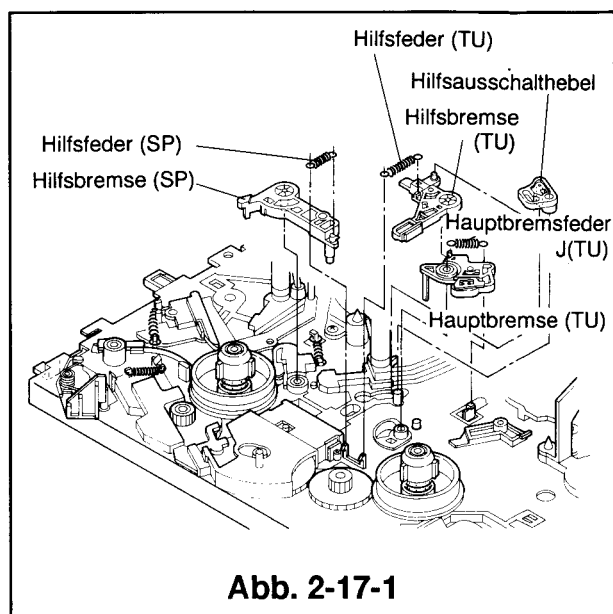

Abb. 2-17-1
- ① Das Kassettengehäuse ausbauen (Siehe Artikel 2-1).
- ② Die Hilfsbremse (SP) und die Hilfsfeder (SP) ausbauen (Siehe Artikel 2-14)
- ③ Den Hilfsausschalthebel, die Hilfsbremse (TU) und die Hilfsfeder (TU) ausbauen (Siehe Artikel 2-16).
- ④ Die Hauptbremsfeder J(TU) ausbauen und dann die Hauptbremse (TU) anheben, um sie herauszunehmen (siehe Abb.2-17-1).